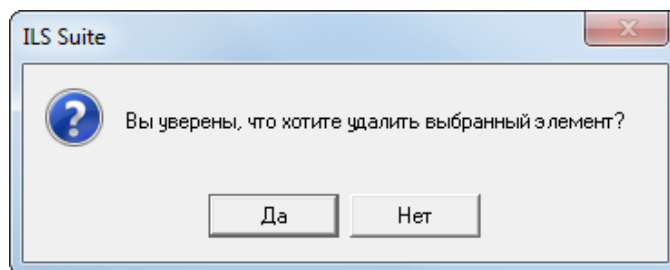

Рис. 23-53 – Диалоговое окно при удалении
- 4) В открывшемся окне нажать кнопку «Да» для подтверждения действия (рис. 23-53).